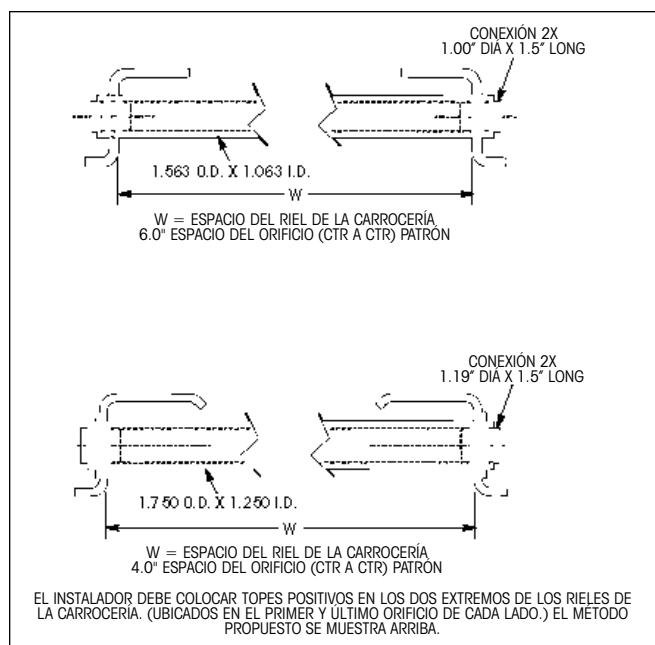
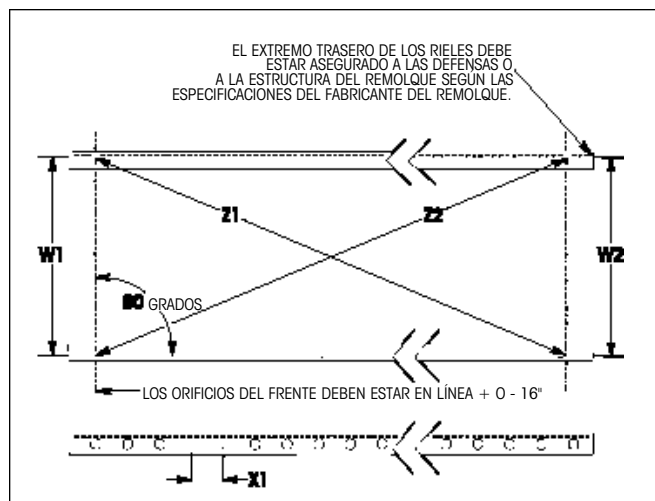
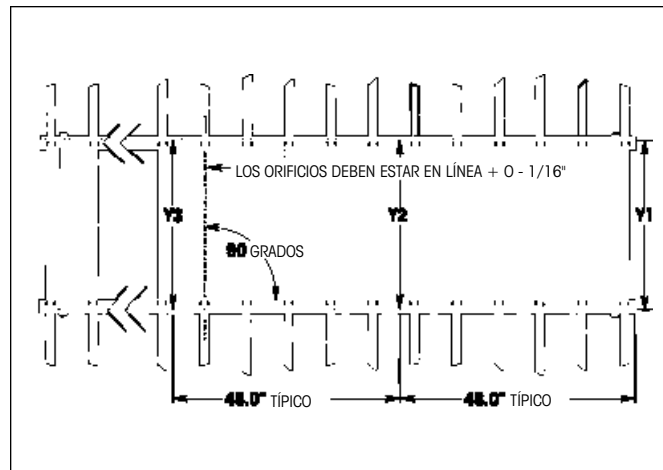
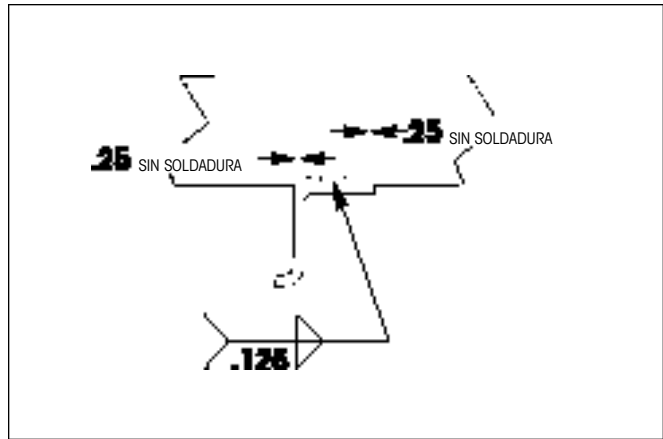

Figura 30. Instalación de los topes positivos
Figura 31. Espacios y diagonales del riel
Figura 32. Medidas de espacio
Figura 37. Fijación del riel recomendado para la corredera HK
NOTA: El instalador OEM del remolque u otro instalador del deslizable debe proporcionar e instalar un tope positivo hacia adelante y hacia atrás en los extremos de los rieles de la carrocería. (Ver Figura 30 para determinar el método recomendado por Hendrickson).
2. Con el uso de una regla flexible, mida el espacio del orificio del riel de la carrocería (Figura 31, dimensión X1). Ambos rieles y el cuadro del deslizable deben contar con el mismo espacio del orificio.
3. Con el mismo instrumento de medición, mida el ancho del riel de la carrocería en los extremos trasero y delantero. Ajuste los rieles para lograr el mismo espacio (Figura 31) el cual será igual a la dimensión de especificación de espacio libre del riel, ubicado en el dibujo de ensamble del deslizable (proporcionado con el sistema del deslizable). Asegúrese que la especificación de espacio libre del riel corresponda con el espacio del riel en la Figura 30.
4. Mida las dos diagonales del riel de la carrocería (a partir de los centros del orificio) (Figura 31). Si las diagonales no son iguales, ajuste según se requiera. Las medidas "W" y "Z" iguales colocarán correctamente los rieles y garantizarán un espacio paralelo del riel y una alineación del orificio coaxial.
5. Inserte los topes positivos en los orificios de los dos extremos de los rieles de la carrocería y coloque unos puntos de soldadura. (Figura 30)
8. Iniciando desde el extremo trasero de los rieles, inspeccione la medida del ancho aproximadamente cada 48" (Figura 32). El valor para Y1, Y2 e Y3 corresponde al ancho del cuadro del deslizable y varía en caso que las lanas se encuentren presentes o no (Figura 30). Ajuste y solde completamente los rieles del deslizable en el canal transversal del remolque, como se describe en la sección PROCEDIMIENTOS DE SOLDADURA PARA EL DESLIZABLE HK, página 24 (Figura 37) y en los parámetros de soldadura en la página 7.
2. Revise de nuevo el espacio del riel (Figura 30).